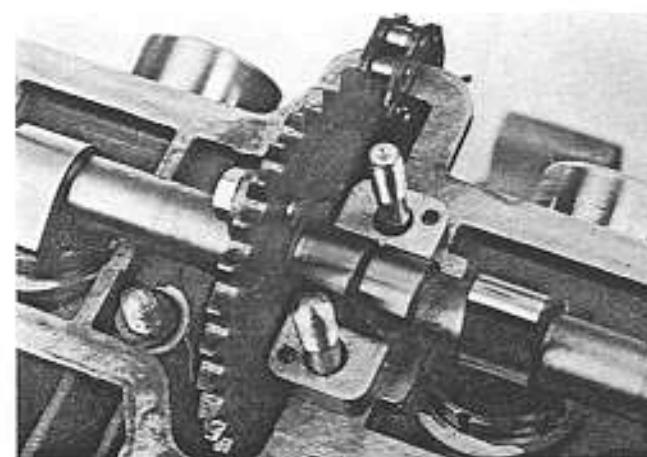

Fig. 14
- Togliere i cappelli dei due supporti centrali degli alberi a camme (Fig. 14), disponendoli uno ben separato dall'altro, facendo bene attenzione ai semianelli (uno per ogni cappello) ed ai grani di centraggio (due per ogni cappello) (Fig. 14).
- Remove the caps of the two central camshaft bearings (Fig. 14). These caps should be kept in order, so they do not get mixed. Take care not to drop or lose the locating clips (one in each cap) and the dowel pins (two for each cap) (Fig. 14).